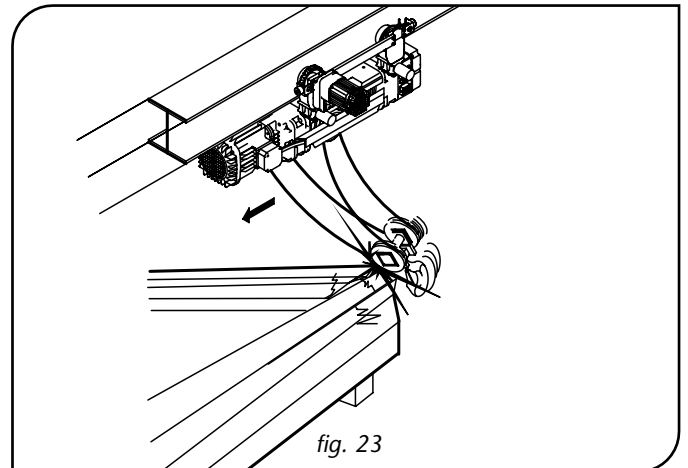

fig. 23
- Vérifier que la course du crochet répond aux besoins et qu'elle ne rencontre pas d'obstacles (fig. 23).